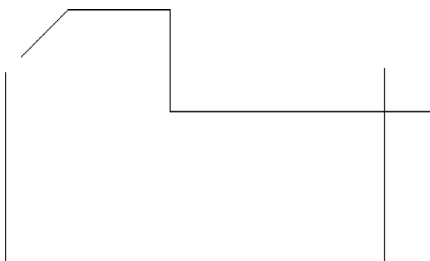

图 3-43 打开模型文件
STEP 01 单击快速访问工具栏中的“打开”按钮，打开模型文件，如图 3-43 所示。